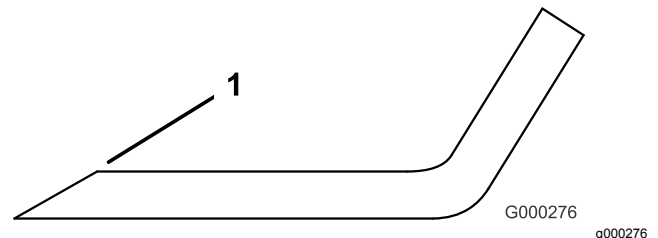

Bild 30
3. Untersuchen Sie die Schnittkanten aller Messer. Schärfen Sie alle stumpfen und ausgekerbten Schnittkanten. Schärfen Sie nur die Oberseite der Schnittkanten und behalten dabei den ursprünglichen Schnittwinkel bei, um die Schärfe des Messers zu gewährleisten (Bild 30). Das Schnittmesser behält seine Auswuchtung bei, wenn von beiden Schnittkanten die gleiche Materialmenge entfernt wird.